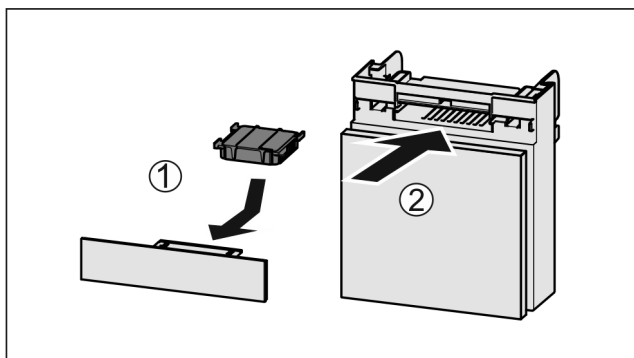

Fig. 160
- Filtr s aktivním uhlím vložte podle vyobrazení Fig. 160 (1).
- Zásuvku zasuněte Fig. 160 (2).